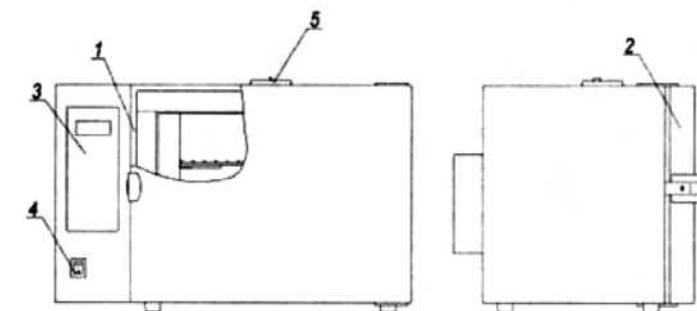
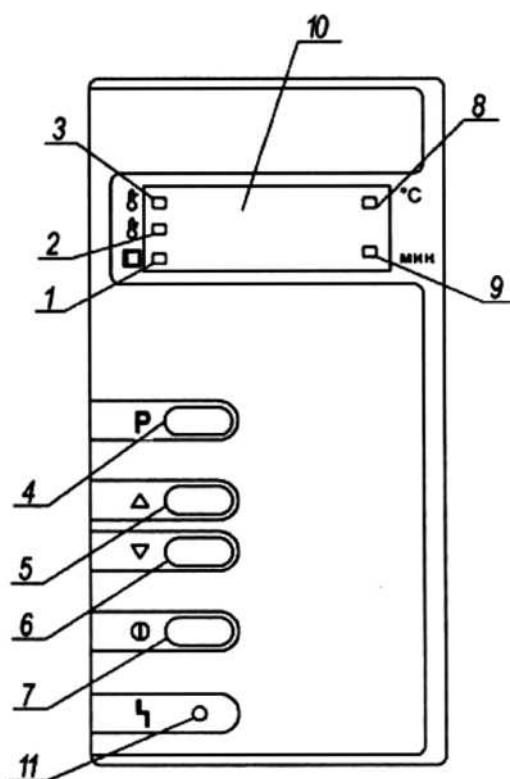

Рисунок 1 - Стерилизаторы ГП МО. Общий вид
Рисунок 2 - Расположение органов управления стерилизатором на блоке управления
1.4.1 Общий вид стерилизатора представлен на рис. 1 и 2.
Установить выключатель (поз.4, рис. 1) в положение "I". На блоке управления загорится индикатор (поз.8, рис. 2), информационное табло (поз.10, рис.2) показывает текущую температуру в стерилизационной камере.
Для выбора программы стерилизации нажать на кнопку "P" (поз.4, рис.2) и выбрать нужную программу путем нажатия на одну из кнопок "Δ", "∇" (поз.5, 6, рис.2).
Для запуска выбранной программы кратковременно (не более 2 сек) нажать на кнопку "①" (поз.7, рис. 2). Стерилизатор перейдет в фазу "ПОДГОТОВКА". Информационное табло индицирует изменение температуры в камере. Происходит нагрев до установленного значения температуры.
"СТЕРИЛИЗАЦИЯ". Включается светодиодный индикатор "СТЕРИЛИЗАЦИЯ" (поз.3, рис. 2), информационное табло попеременно индицирует время выдержки и текущую температуру в камере. Происходит выдержка при заданной температуре, по истечении которой стерилизатор переходит в фазу "ОХЛАЖДЕНИЕ".
В фазе "ОХЛАЖДЕНИЕ" индикатор продолжает показывать изменение температуры в камере и горит индикатор "ОХЛАЖДЕНИЕ" (поз 2,рис. 2). Температура в камере падает. При понижении температуры до 75°C гаснет индикатор "ОХЛАЖДЕНИЕ", загорается индикатор "ВЫГРУЗКА" (поз.1, рис. 2) и звучит прерывистый звуковой сигнал, который выключается через 1 минуту.
2.3.3 Установить выключатель (поз.4, рис. 1) в положение "I". На блоке управления загорится индикатор (поз.8, рис. 2), информационное табло (поз.10, рис.2) показывает текущую температуру в стерилизационной камере.
6 алгоритм управляющей программы стерилизатора заложена возможность автоматического запуска прерванной (в результате кратковременного пропадания питающего напряжения) программы. Если после включения произошел автоматический запуск программы, то для ее остановки необходимо нажать на кнопку (I) (поз.7, рис.2) и удерживать в течение 3 секунд.
Программа запоминает в энергонезависимой памяти номер последней программы, запущенной на исполнение. Для ее повторного запуска можно сразу нажать на кнопку "(I)" (поз.7, рис. 2), не производя перебор программ,
2.3.2 Для запуска выбранной программы кратковременно (не более 2 сек) нажать на кнопку "(I)" (поз.7, рис. 2). При этом включится вентилятор принудительной циркуляции воздуха внутри стерилизационной камеры и стерилизатор перейдет в фазу "ПОДГОТОВКА", Информационное табло индицирует изменение температуры в камере. Происходит нагрев до установленного значения температуры.
При необходимости запущенную программу можно остановить, нажав на кнопку "(I)" (поз. 7, рис.2) и удерживать в течение 3 секунд. Эту остановку можно выполнить в любой фазе стерилизации.
2.3.3 При достижении заданной температуры стерилизатор переходит в фазу "СТЕРИЛИЗАЦИЯ". Включается светодиодный индикатор "СТЕРИЛИЗАЦИЯ" (поз.3, рис. 2), информационное табло попеременно индицирует время выдержки и текущую температуру в камере. Происходит выдержка при заданной температуре, по истечении которой стерилизатор переходит в фазу "ОХЛАЖДЕНИЕ"
2.3.5 При понижении температуры до 75°C гаснет индикатор "ОХЛАЖДЕНИЕ", загорается индикатор "ВЫГРУЗКА" (поэ.1. рис. 2) и звучит прерывистый звуковой сигнал, который выключается через 1 минуту.